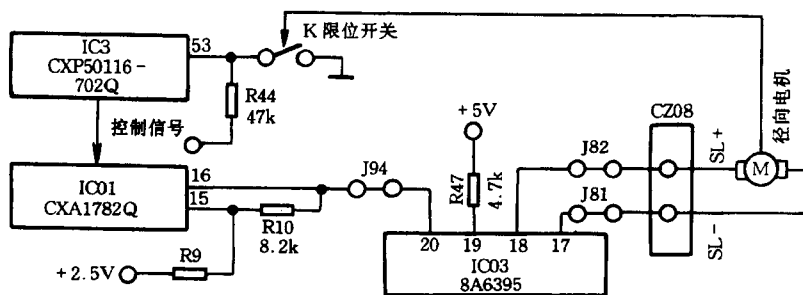

图 4 与本例故障检修有关示意图
故障原因分析与排除方法 参见图 4, 首先用万用表测驱动集成块 BA6395 的②脚, 控制块 CXA1782Q 的①脚, 其输入、输出控制信号峰值电压约为 1.78V, 并且始终不变, 但打开盘仓后, 该控制信号电压消失。重新进仓测微处理器 CXP50116-702Q 的③脚电压为 4.8V, 始终不变。关电后, 检查限位开关 K 闭合正常, 且开关一端至 CXP50116-702Q 的③脚连接良好, 另一端对地连接良好, 两端之间的阻值较大, 为此判断是滑动限位开关 K 闭合时接触不良故障。将限位开关拆下, 发现触点氧化, 用 0 号砂纸擦净, 并用酒精清洗后重新焊好, 故障即排除。